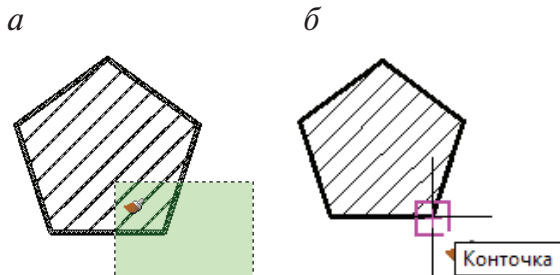

Рис. 81. Этапы выполнения команды Растянуть:
для выполнения команды выбираем секущей рамкой правую часть пятиугольника, справа налево (рис. 81, а).
**РАСТЯНУТЬ** Базовая точка или [*Перемещение*] <Перемещение>: укажите точку пятиугольника на растягиваемой стороне (рис. 81, б).